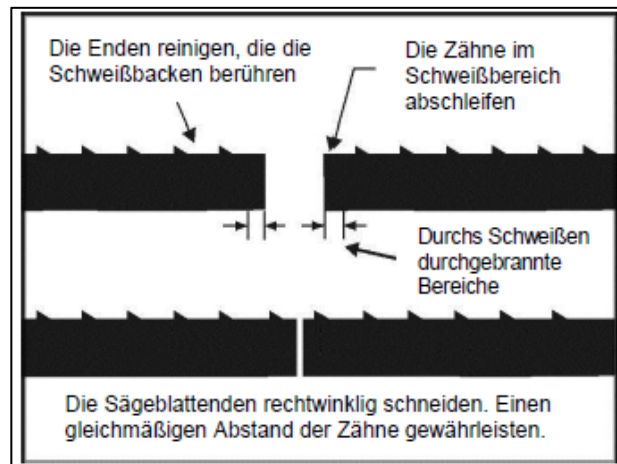

Abb. 16
2. Halten Sie das Sägeblatt so, dass es an einer Stelle geschnitten wird, wo ein möglichst gleichmäßiger Abstand der Zähne gewährleistet ist. Siehe Abb. 16.
Bei fein gezahnten Blättern kann es erforderlich sein, einen oder mehrere Zähne an beiden Seiten des Schnittes abzuschleifen, damit der Anschweißbereich des Sägeblattes gleichmäßig ist und die Zähne in gleichem Abstand verteilt sind. Siehe Abb. 16.